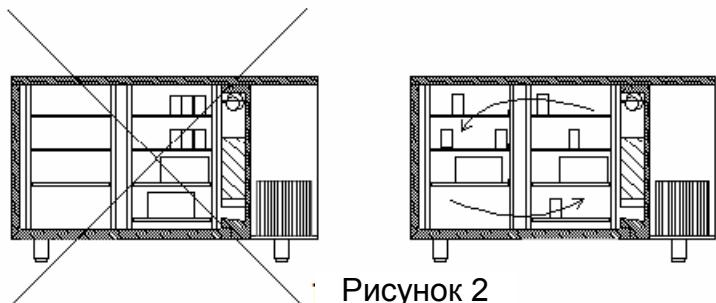

Рисунок 2
**ВНИМАНИЕ! НЕ СЛЕДУЕТ ПЕРЕГРУЖАТЬ ХОЛОДИЛЬНЫЙ СТОЛ, ОСОБЕННО ВЕРХНИЕ ПОЛКИ, РАСПОЛОЖЕННЫЕ НА ПУТИ ВОЗДУШНОГО ПОТОКА ИЗ ИСПАРИТЕЛЯ (РИСУНОК 2).**